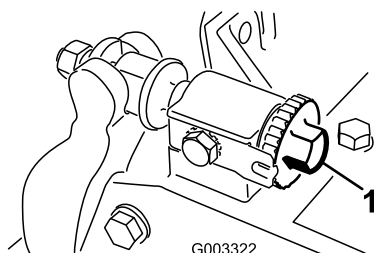
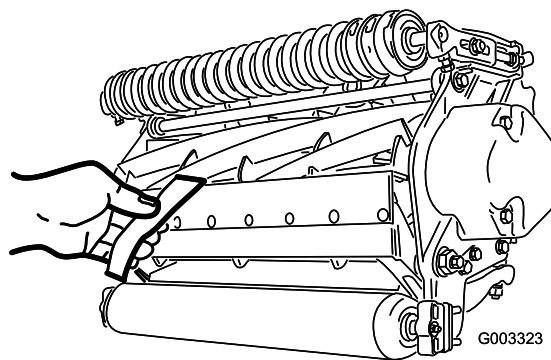

Figure 12
Figure 13
1. Placez la machine sur un sol plat et horizontal. Supprimez le contact avec le cylindre en tournant les vis de réglage de la barre d'appui dans le sens anti-horaire (Figure 12).
Important: Vérifiez que les écrous au bout des vis de réglage de la contre-lame ne reposent pas sur la surface de travail (Figure 12).
3. À une extrémité du cylindre, insérez une bande de papier journal entre le cylindre et la contre-lame (Figure 13). Tout en tournant lentement le cylindre en avant, tournez la vis de réglage de la barre d'appui dans le sens horaire (du même côté du cylindre) (Figure 12), un cran à la fois, jusqu'à ce que le papier soit pincé légèrement lorsque vous l'introduisez par l'avant, parallèle à la contre-lame. Vous devriez sentir une légère résistance lorsque vous tirez sur le papier.
5. Vérifiez ensuite si le cylindre peut saisir le morceau de papier inséré par l'avant et le couper lorsqu'il est inséré perpendiculairement à la contre-lame (Figure 13). Normalement, le papier doit être coupé avec un minimum de contact entre la contre-lame et les lames du cylindre. Si vous sentez un frottement ou un contact excessif du cylindre, vous devez alors roder ou rectifier les lames pour obtenir les tranchants nécessaires à une coupe de précision (voir le Manuel d'affûtage pour tondeuses rotatives et à cylindres Toro, Form No. 80-300PT).